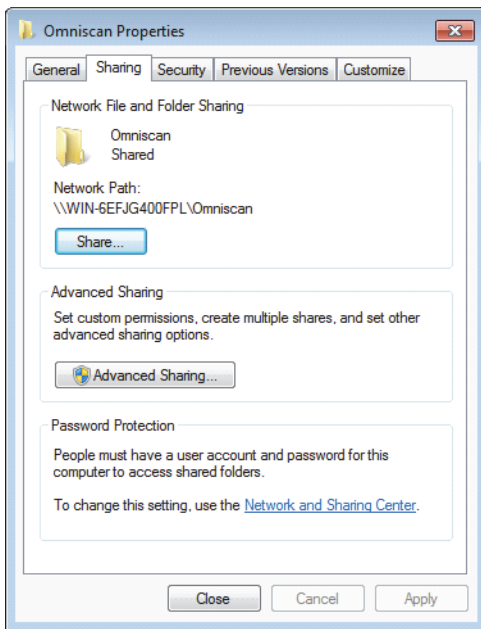

图 7-27 Omniscan 属性对话框（Windows 7）
3. 在 **Omniscan Properties**（Omniscan 属性）对话框中，点击 **Sharing**（共享）选项卡（参见第 195 页的图 7-27）。
8. 在 **Omniscan Properties**（Omniscan 属性）对话框中，点击 **Advanced Sharing**（高级共享）（参见第 195 页的图 7-27）。